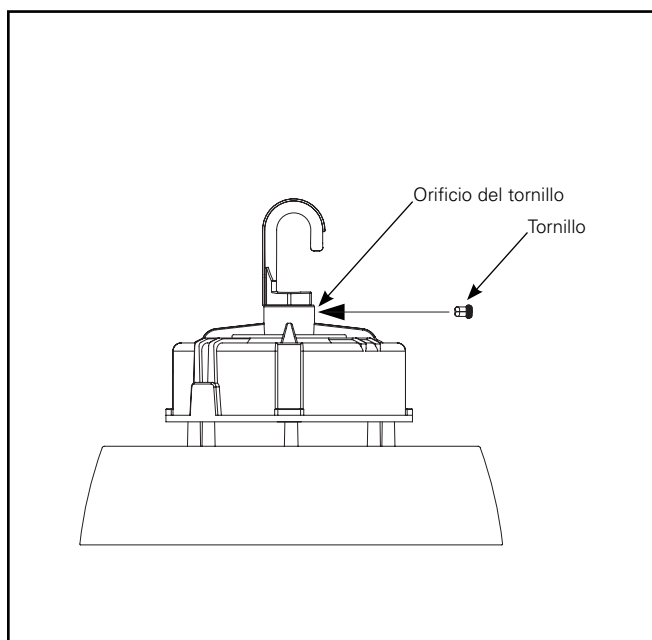

Figura 2.
2. Instale y apriete el tornillo de presión (Figura 2.)